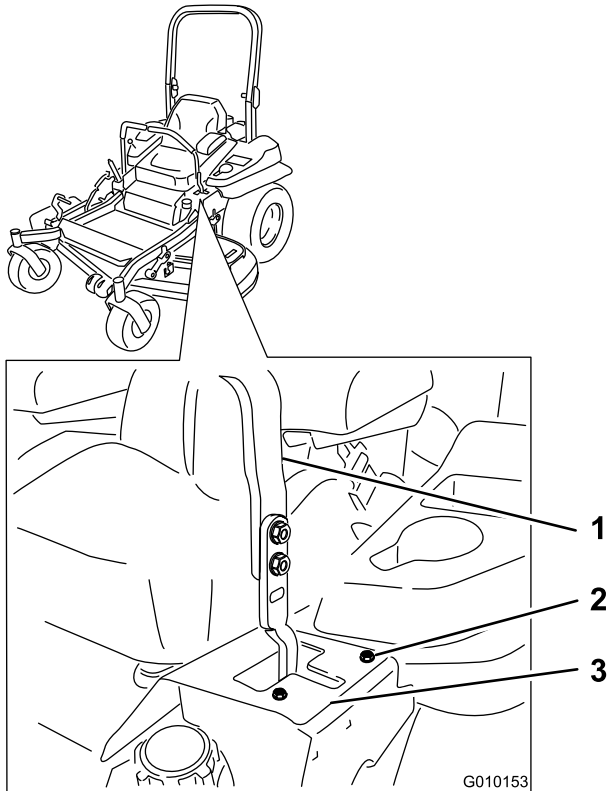

Figure 58
fente en T gauche, jusqu'à ce que la machine se déplace en ligne droite (Figure 58).
7. Si elle se déporte à gauche, desserrez les boulons et déplacez la plaque de butée droite en arrière sur la fente en T droite, jusqu'à ce que la machine se déplace en ligne droite (Figure 58).
8. Serrez les boulons de la plaque (Figure 58).